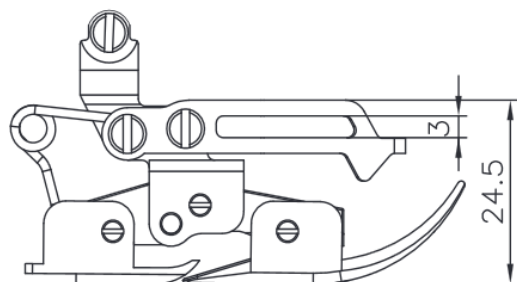

Fig. 4 / Fig. 4
- Устройство защиты прижимной лапки показано на рисунке. Данное устройство запрещено разбирать в целях безопасности операторов (рис.4).